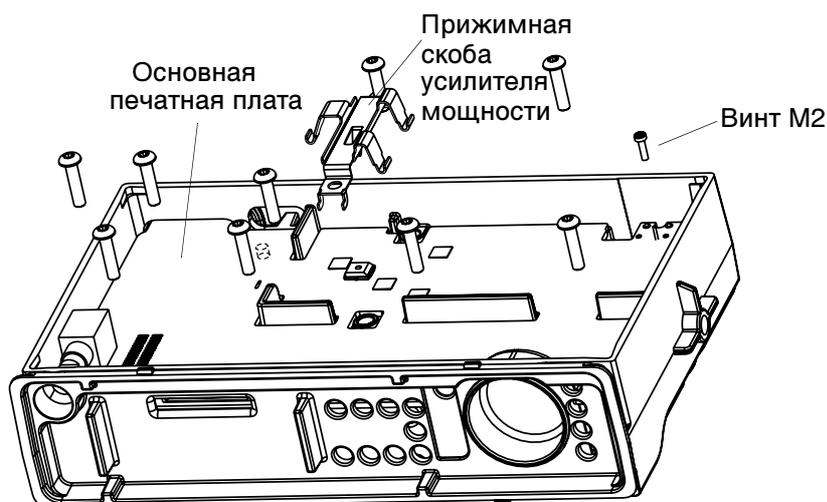

Рис. 2-9 Снятие прижимной скобы усилителя мощности и основной печатной платы
1. Отверните винт, крепящий прижимную скобу усилителя мощности к шасси. См. Рис. 2-9.